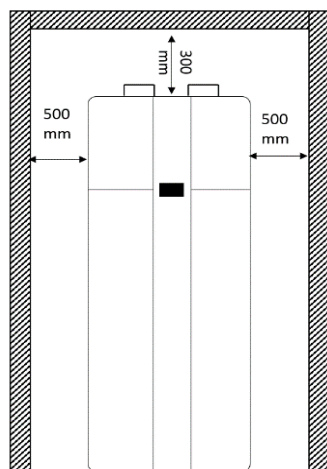

Figure 8 - Distance minimale des murs pour les appareils sans conduits
- Les distances minimales décrites à la figure 8 doivent être respectées.